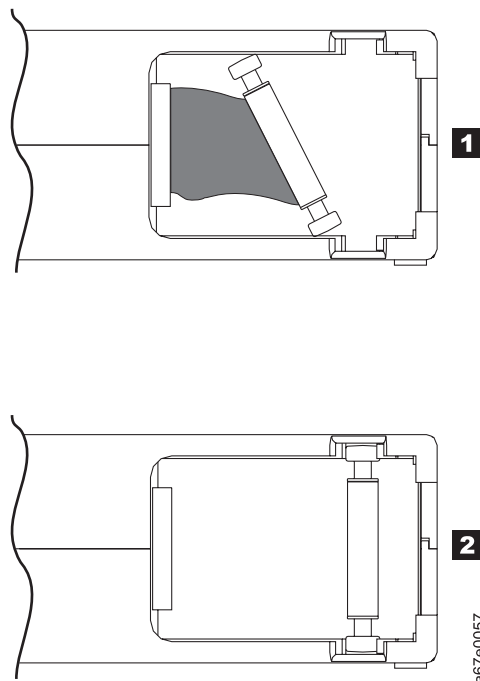

Figura 8-8. Pino Guia nas Posições Incorreta e Correta. A porta do cartucho está aberta e o pino guia está visível dentro do cartucho.
- Não deixe o cartucho cair. Se o cartucho cair, deslize a porta do cartucho de volta e assegure-se que o pino guia esteja encaixado corretamente nas presilhas de mola de retenção do pino (2 na Figura 8-8 na página 8-12). Se o pino guia sair do lugar, vá para “Reposicionando ou Reconectando um Pino Guia” na página 8-12.
- Verifique se o pino guia está encaixado corretamente (consulte 2 na Figura 8-8 na página 8-12).
Exemplo: Colocação Incorreta do Pino Guia (veja a Figura 8-8 na página 8-12)
Um pino guia encaixado incorretamente em um cartucho pode interferir na operação de uma unidade. A Figura 8-8 mostra um pino guia nas posições incorreta (**1**) e correta (**2**).